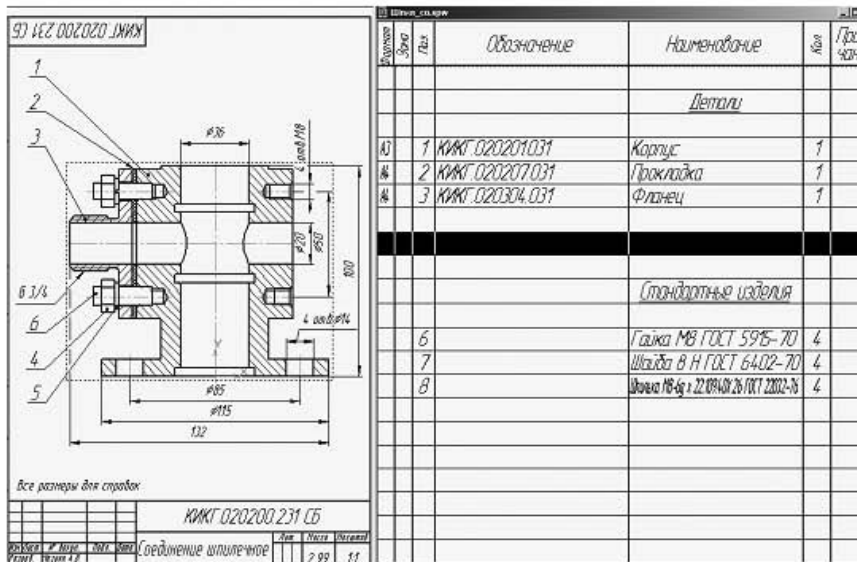

Рис. 3.29. Документы сборочного чертежа и спецификации в режиме Мозаика вертикально
1. Откройте ассоциативный сборочный чертеж соединения шпилечного. Теперь открыты два документа: спецификация и сборочный чертеж. Работу с объектами спецификации удобнее выполнять, когда на экране одновременно видны окно спецификации и окно сборочного чертежа. Выполните команду **Окно ▶ Мозаика вертикально**. Приведите документы в удобный для дальнейшей работы вид (рис. 3.29):